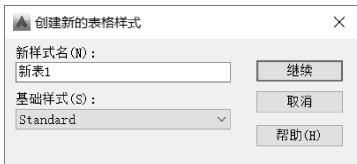

图 7-25 “创建新的表格样式”对话框
2) 单击对话框“新建”按钮，打开“创建新的表格样式”对话框，如图 7-25 所示。